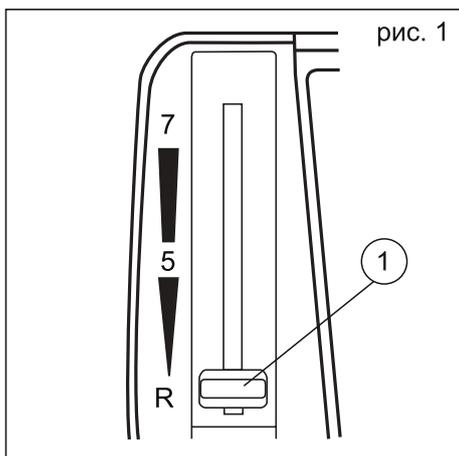

рис. 1
Для уменьшения ширины строчки опустите вниз регулятор ширины строчки, расположенный рядом со съемной крышкой (1). Чтобы увеличить ширину строчки, поднимите этот регулятор вверх. (рис.1)